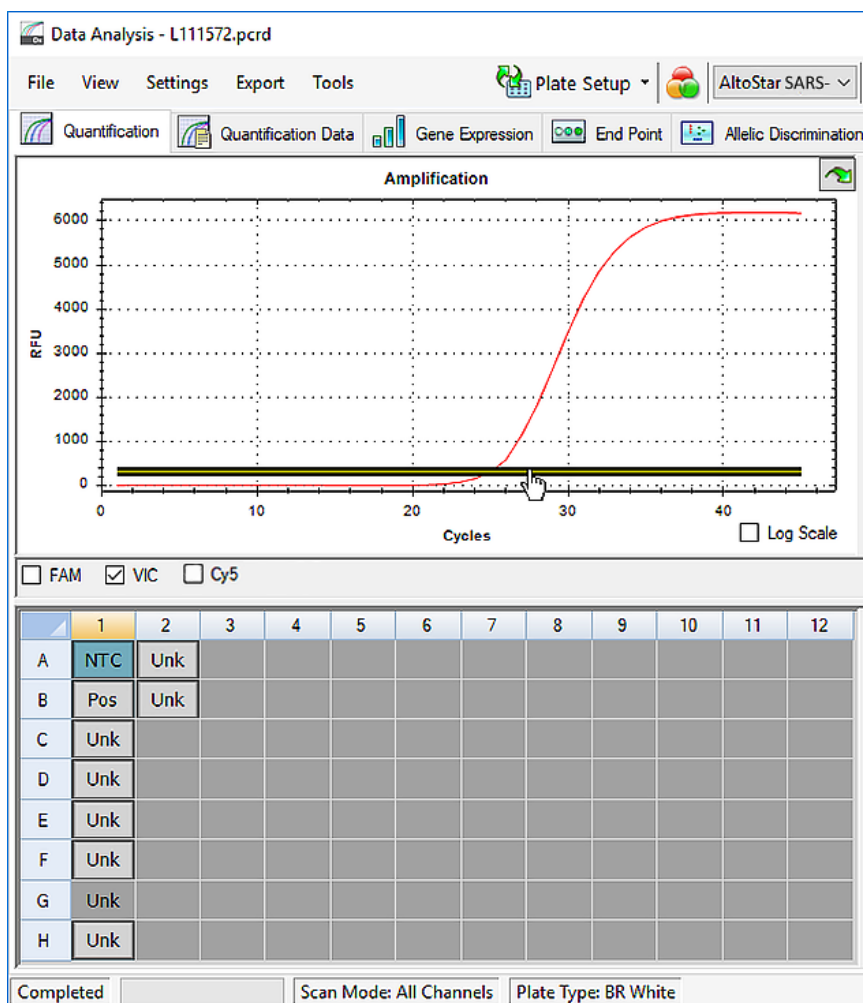

Figure 9: Fenêtre Data Analysis (Analyse des données) : définir le seuil VIC™
- Sur la gauche de la fenêtre Data Analysis (Analyse des données), ne cochez que la case **VIC** pour le canal de détection de l'IC (voir la figure 9).
3. Sélectionnez uniquement le puits NTC sur la représentation visuelle de la plaque dans la fenêtre Data Analysis (Analyse des données) (voir la figure 9).
4. Faites glisser le seuil dans la zone exponentielle du signal NTC (voir la figure 9).